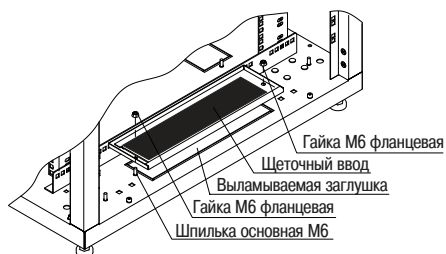

Рисунок 15 – Монтаж щеточного ввода
3.4.1 Для монтажа щеточных кабельных вводов в основании шкафа необходимо выломать металлические заглушки, совместить посадочные отверстия в кабельном вводе с осями шпилек основания, затем притянуть их к основанию двумя гайками М6 с фланцем (рисунок 15).